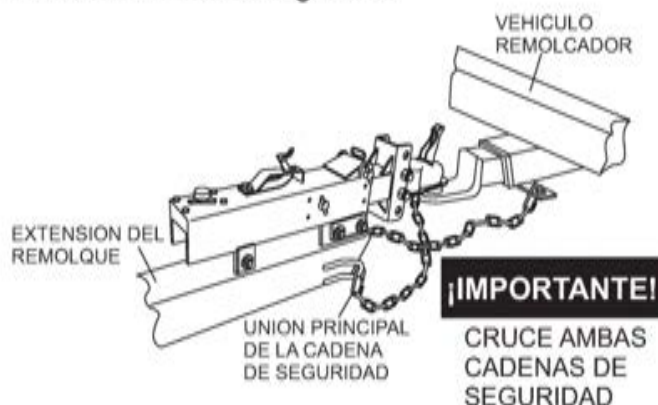

Figura 54. Colocando la cadena de seguridad a la defensa para jalar el remolque (enganche de bola)
- A. Cruzen por debajo del acoplador. Consulte la Figura 54.